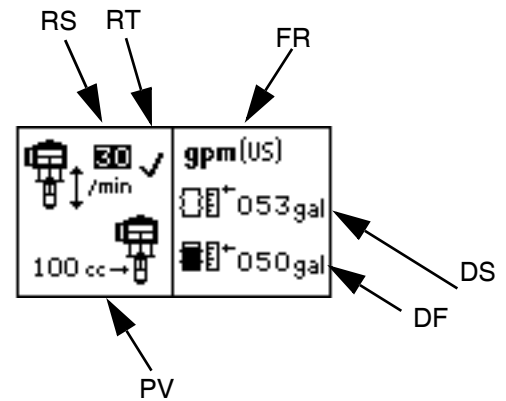

FIG. 22 : Écran de configuration 1
Utilisez l'écran de configuration 1 pour paramétrer la vitesse du cycle d'emballage (RS), activer/désactiver la protection contre l'emballement (RT), sélectionner le volume de la pompe par cycle (PV), sélectionner les unités de débit (FR), saisir la taille du tambour (DS) et saisir le volume de remplissage du tambour (DF). Consultez la FIG. 22.
Une fois la protection de l'emballlement activée (RT), un symbole ✓ apparaît sur l'écran de configuration. Consultez la FIG. 22.
Pour désactiver la surveillance des emballements, passez en mode Configuration et mettez la valeur d'emballement à 0 (zéro) ou basculez (RT) sur arrêt. Consultez la FIG. 22.